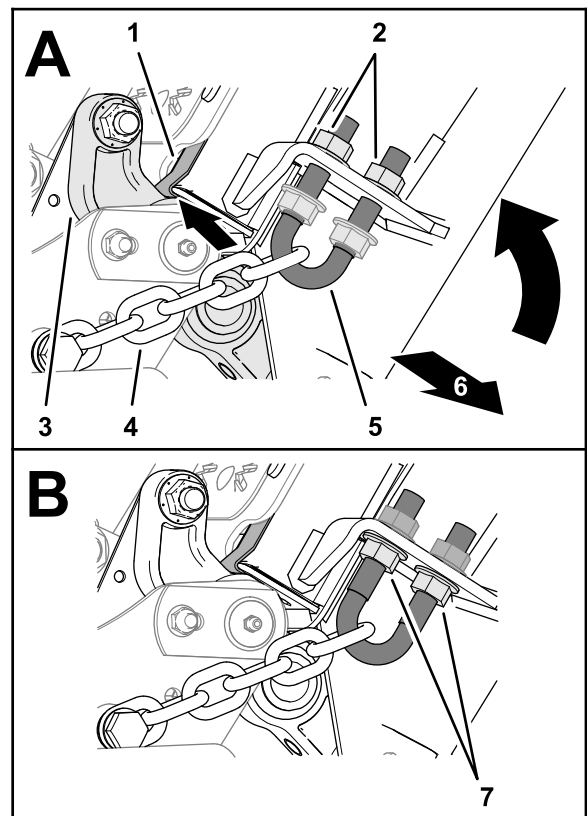

Bild 35
1. Ziehen Sie an der Vorderseite des Mähwerks die außenliegenden gezahnten Bundmuttern fest, bis die Ketten gespannt sind (Bild 35).
2. Setzen Sie die innenliegenden gezahnten Bundmuttern (Bild 35) ein und ziehen Sie sie auf ein Drehmoment von 103 bis 127 N·m an.